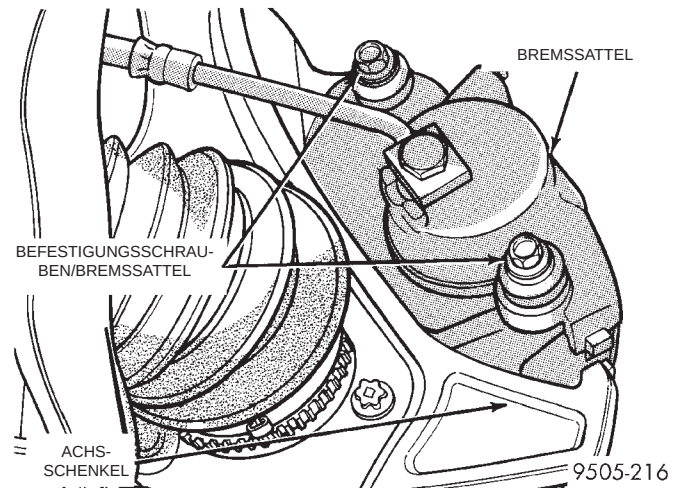

Abb. 60 Befestigung des vorderen Bremssattels
(3) Fahrzeug anheben. Dazu Unterstellböcke oder eine Hebebühne verwenden, die am Rahmen angebracht wird (siehe Kapitel 0, Schmierung und Wartung, Abschnitt "Anheben des Fahrzeugs").
(4) Vorderrad abbauen.
(5) Befestigungsschrauben des Bremssattels vom Achsschenkel lösen (Abb. 60).
(11) Befestigungsschrauben des Bremssattels am Achsschenkel eindrehen (Abb. 60) und mit einem Anzugsmoment von 31 N·m (23 ft. lbs.) festziehen.